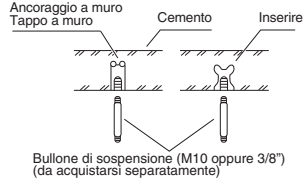

Fig. 3-3
- Inserire bulloni di sospensione nel modo mostrato in Fig. 3-3, oppure
- (2) Avvitare i bulloni di sospensione permettendo loro di protrudere dal soffitto nel modo visto in Fig. 3-3. (Se necessario, tagliare il materiale.)